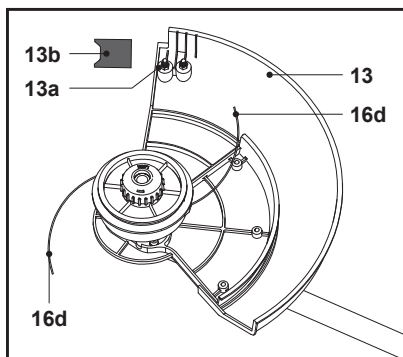

Fig. 17
Apărătoarea trimmerului (13) protejează utilizatorul de obiectele proiectate în timpul operării. Este echipată cu un cuțit (13a) care taie firul de tăiere (16d) (Fig. 17).